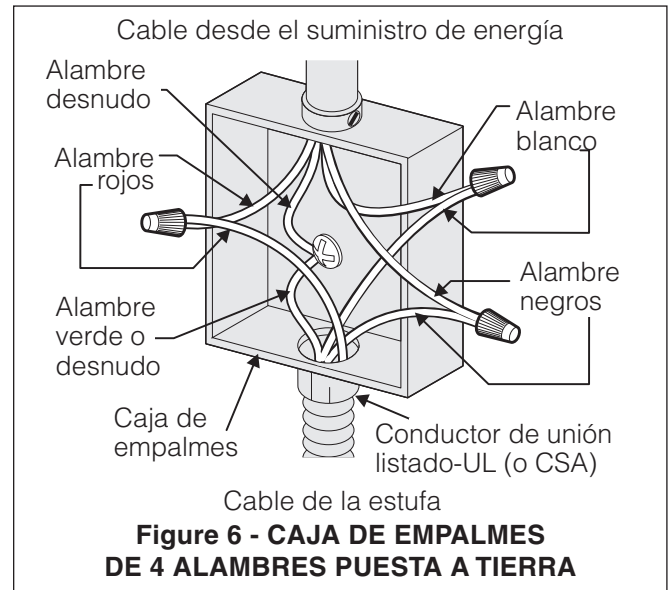

**Figura 5 - CAJA DE EMPALMES DE 3 ALAMBRES PUESTA A TIERRA**
Donde los códigos locales permitan conectar el conductor de puesta a tierra del electrodoméstico al neutro (blanco) (ver figura 5):
2. En el interruptor automático, caja de fusibles o caja de juntas: conectar el aparato y los cables residenciales como se muestra en la figura 5.
**⚠️ ADVERTENCIA** Este electrodoméstico está fabricado con un suministro eléctrico neutro blanco y un alambre de cobre conectado al armazón. El armazón está puesto a tierra por un enlace de la conexión a tierra con la conexión del neutro al final de la línea eléctrica, si es usado en los estados unidos una nueva instalación de circuito de bifurcación (1996 NEC), casa rodante, vehículos recreacionales, o donde los códigos locales no permitan poner a tierra mediante el neutro (blanco) o en Canadá, desconectar la conexión blanca de la verde y utilizar la conexión a tierra para poner a tierra la unidad de acuerdo a los códigos locales, conectar el neutro al circuito de bifurcación- conductor neutro de manera usual. Ver Figura 6. Si su electrodoméstico va a ser conectado a una caja de conexión puesta a tierra de 3 cables (en los estados unidos solamente), donde los códigos locales permitan conectar el conductor de poner a tierra-electrodoméstico con el neutro (blanco) ver Figura 5.